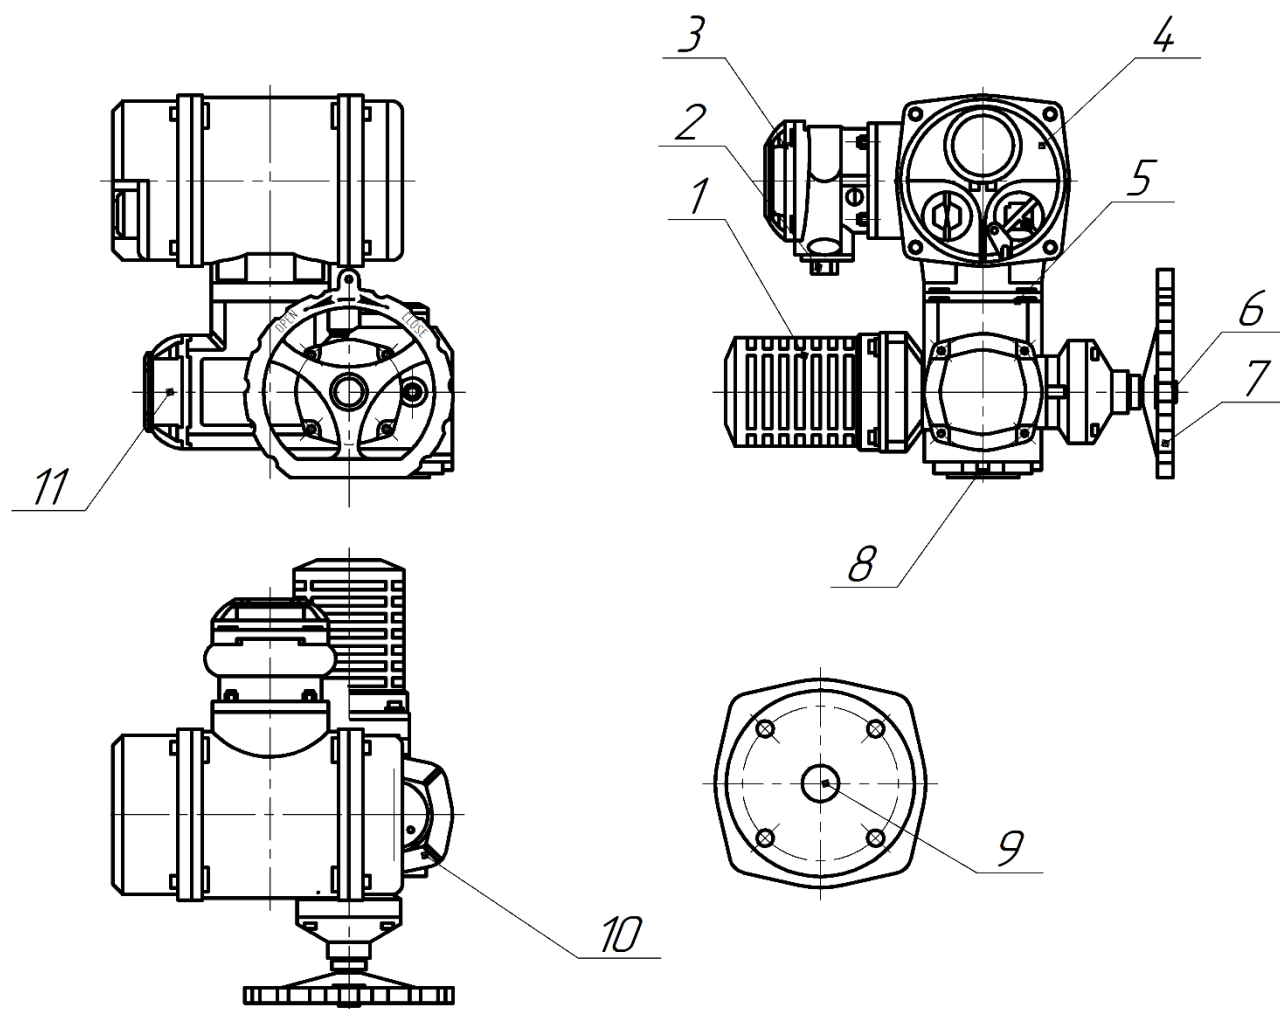

Рисунок 3. Основные элементы конструкции электропривода МТ903.А с блоком управления
1.3.1. Основные элементы конструкции электропривода приведены на рис. 3.